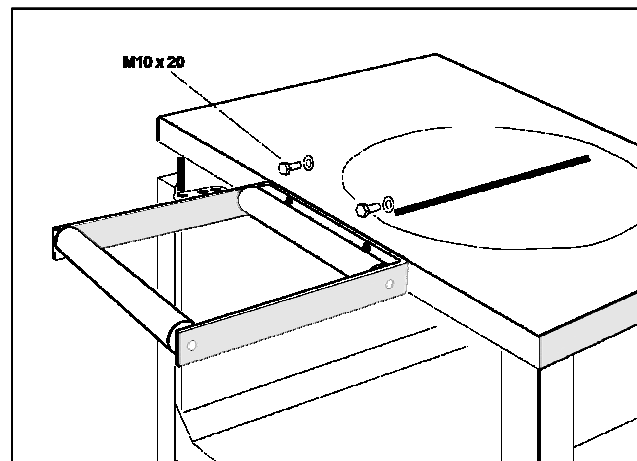

Fig. 5
- Støtterull festes til sagen med skruer (M10 x 20) fig. 5.